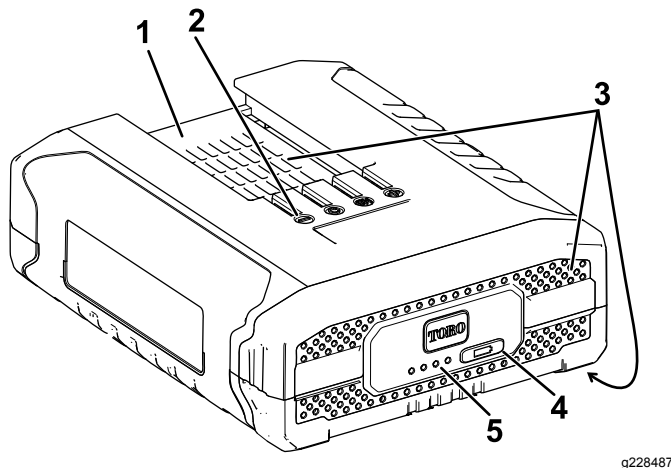

Figure 2
2. Alignez le creux de la batterie (Figure 2) sur la languette du chargeur.